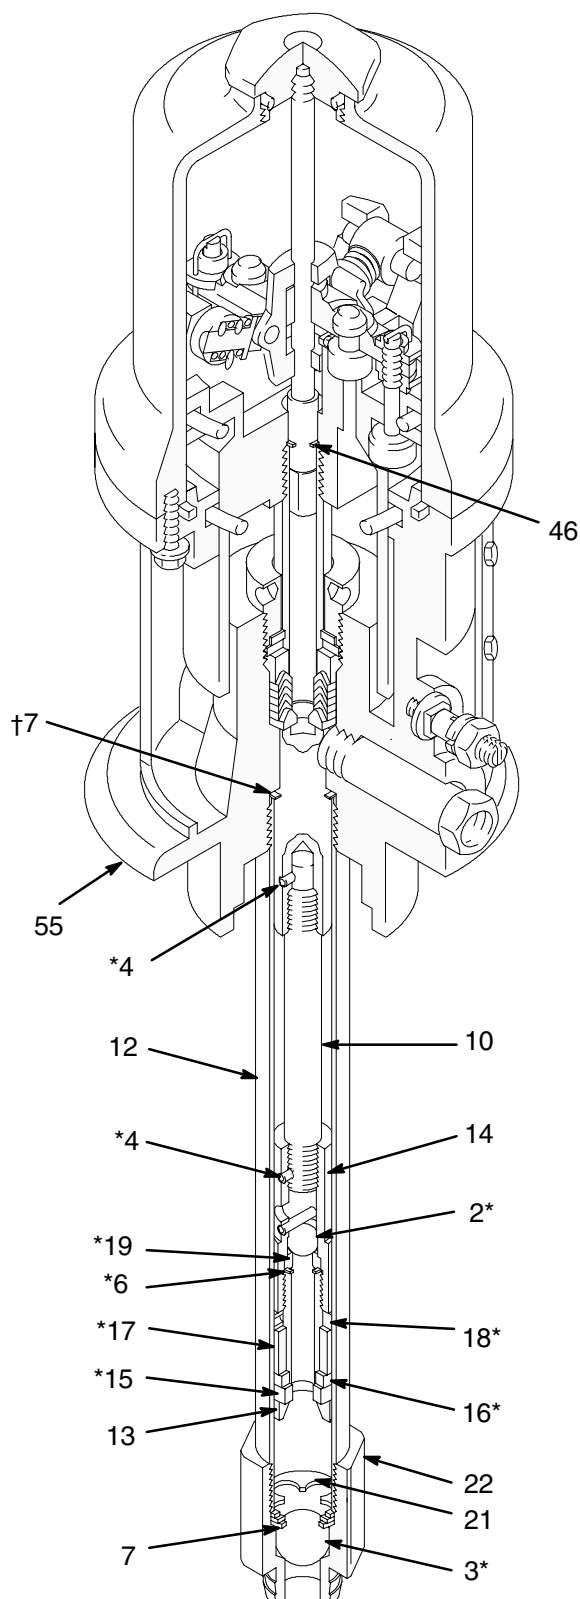

Fig. 6
4. Skru inntaksventilkroppen (22) av stigerøret (12). Se Fig. 6. Demonter inntaksventilen.
5. Rengjør alle delene og undersøk dem for å se om de er slitte eller skadde, og skift ut deler der det er nødvendig. Hvis det ikke er nødvendig med videre reparasjoner, sett sammen inntaksventilen igjen og monter den. Ha et flytende tetningsmiddel på hann-gjengene. Se Fig. 6.
6. Skru stigerøret (12) ut av luftmotorens bunnstykke (55) ved hjelp av en stroppnøkkel. Undersøk forsiktig den glatte, innvendige flaten i sylinderen for å se om det er riper eller uregelmessigheter. Slike skader kan forårsake rask slitasje på pakninger og lekkasje, så det er viktig at denne delen blir skiftet ut hvis den er skadd.
7. Skru stempelkroppen (13) av stempelkoblingen (14). Ta av kulen (2*), setet (19*), pakningen (6*), lageret (18*), pakningen (17*), og tetningen (16). Messinglageret (15*) må ikke tas av. Se Fig. 6.